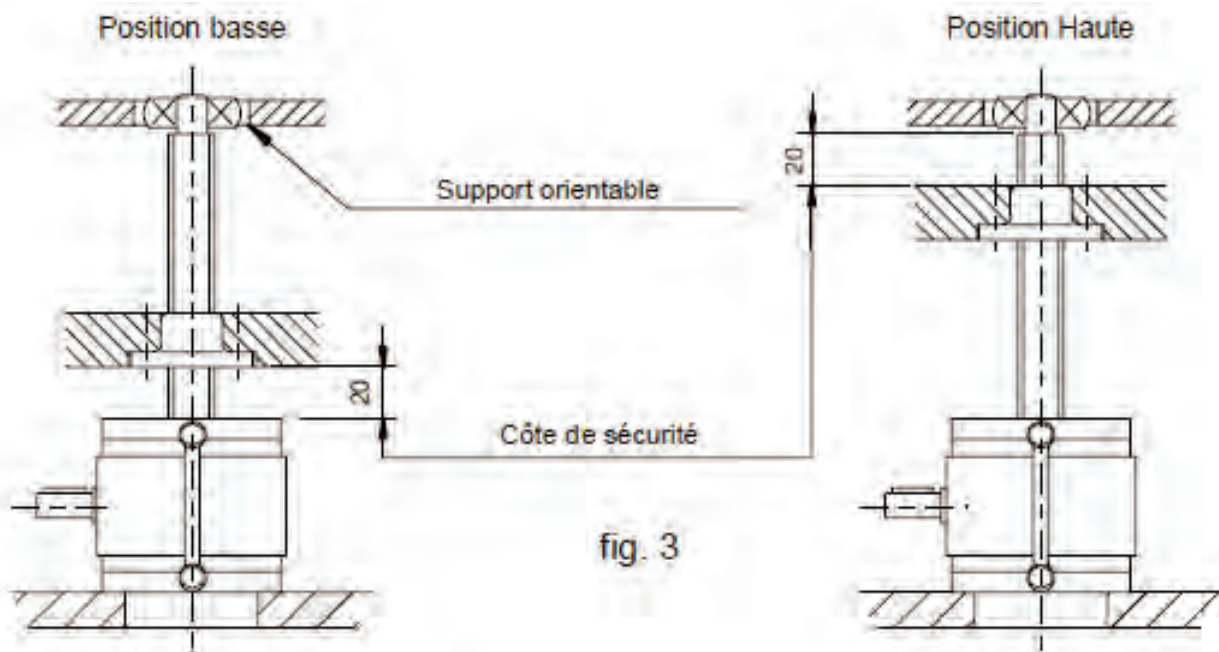

fig. 3
1.1.4. Vérifier les dimensions de l'installation afin de s'assurer que la course à effectuer est compatible avec la longueur de la vis trapézoïdale et que les cotes de sécurité aux extrémités de la course sont respectées (voir fig.3).